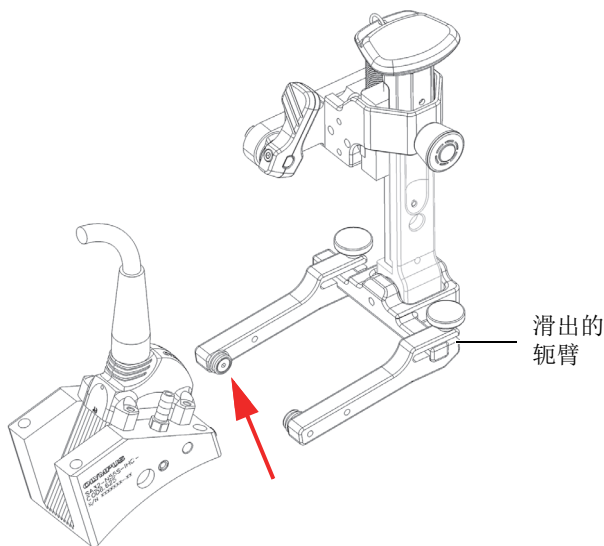

图 2-19 使楔块枢轴孔与轭臂上的按钮对齐
3. 要重新安装探头/楔块组装件，需将楔块的枢轴孔与未滑出的轭臂上的按钮对齐（参见第49页的图 2-19）。